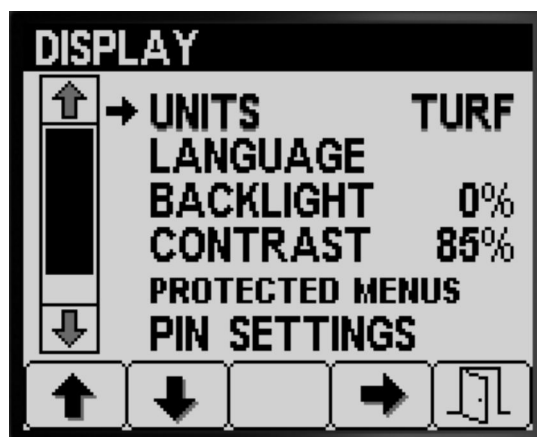

Figura 17
1. Premete il pulsante 1 o 2 per navigare fino all'opzione UNITÀ (Figura 17).
2. Premete il pulsante 4 per spostarvi tra INGLESE, TAPPETO ERBOSO e unità di misura SI (Figura 17).
3. Premete il pulsante 5 per salvare l'impostazione, uscire dalla schermata UNITÀ e tornare alla schermata Impostazioni (Figura 17).